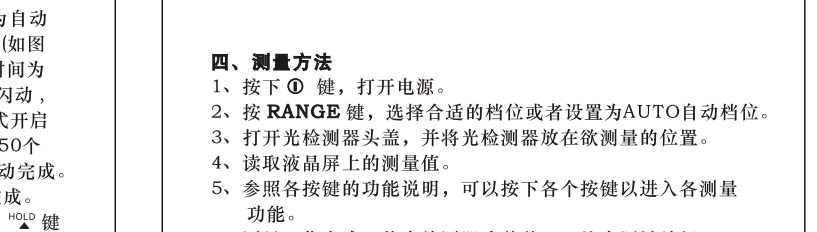

图7
- 先按下 **REC** 键, 再同时按下 **MODE** 键, 进入自动记录功能。" AUTO "符号点亮, 设置为自动换挡功能。这时液晶屏上"REC"和" H "符号同时闪动(如图6), 表示处于数据记录开启时间延迟阶段, 延迟的时间为预先设置的时间(1~60秒可选择)。当" H "符号停止闪动, 只有"REC"符号闪动, 表示延迟时间已过(如图7), 正式开启自动数据记录, 根据预先设定的记录数据的个数(1~50个数据可选择)和预先设定的采样时间间隔(1~60秒)自动完成。当"REC"符号停止闪动表示自动数据记录已经完成。如需查看记录的数据, 先按下 **REC** 键, 再同时按下 HOLD 键和 MAX 键可以修改数字, 最大60秒, 最小为1秒;
- (3) 延迟启动数据记录的时间设置